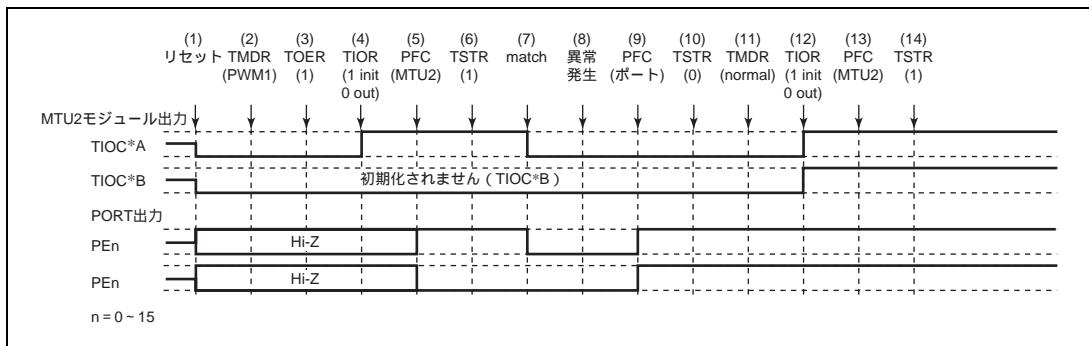

図 10.144 PWM モード 1 で異常が発生し、ノーマルモードで復帰する場合
PWM モード 1 で異常が発生し、再設定後ノーマルモードで再スタートする場合の説明図を図 10.144 に示します。
(1) ~ (10) は図 10.144 と共通です。
(11) PWM モード 1 で再スタートする場合には必要ありません。
(12) TIOR で端子を初期化してください (PWM モード 1 では TIOC*B 側は初期化されません)。
(13) PFC で MTU2 出力としてください。
(14) TSTR で再スタートします。
(11) PWM モード 2 を設定します。
(12) TIOR で端子を初期化してください (PWM モード 2 では周期レジスタの端子は初期化されません)。
(11) 位相計数モードを設定します。
(12) TIOR で端子を初期化してください。
(11) 波形生成部の初期化のためノーマルモードを設定してください。
(12) TIOR で PWM モード 1 の波形生成部を初期化してください。
(13) TIOR で PWM モード 1 の波形生成部の動作を禁止してください
(14) TOER でチャネル 3、4 の出力を禁止してください。
(15) TOCR で相補 PWM の出力レベルと周期出力の許可禁止を選択してください。
(16) 相補 PWM を設定します。
(17) TOER でチャネル 3、4 の出力を許可してください。
(18) PFC で MTU2 出力としてください。
(19) TSTR で再スタートします。